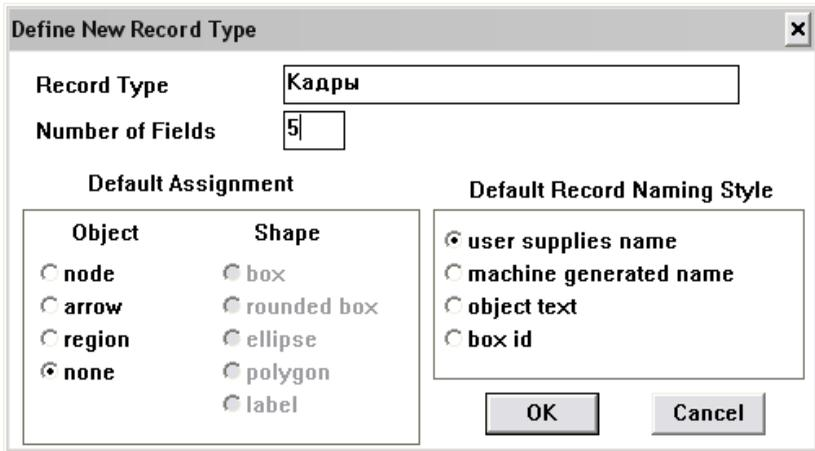

Рис. 3.1. Диалоговое окно определения нового типа записей
- в появившемся окне напечатайте в поле "Record Type" имя нового типа: Кадры (см. рис. 3.1);
- в поле "Number of fields" напечатайте значение 5 (см. рис. 3.1), т.к. для каждой записи о кадрах информация будет состоять из пяти полей;
- установку ассоциированных по умолчанию объектов и форм в группе "Default assignment" не меняйте (см. рис. 3.1);
Создание типа записи Функция аналогично созданию типа Кадры. В диалоговом окне определения нового типа записей (аналогичному окну на рис. 3.1):